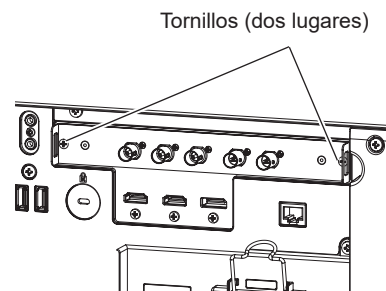

Figura 3
3) Fije la tarjeta de función. (Figura 3)